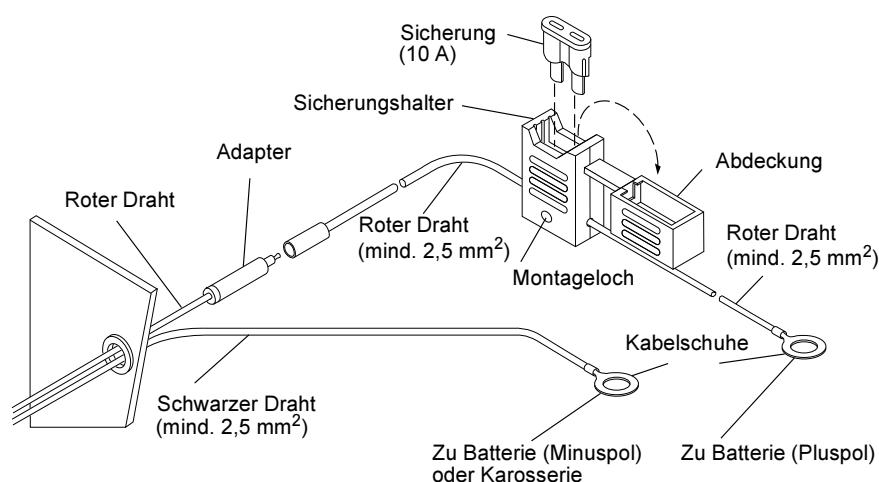

Abbildung 2 Anschluss des Netzkabels
4. Schließen Sie den schwarzen Draht des Netzkabels an den nächsten Massepunkt der Karosserie an (verwenden Sie dabei bei Bedarf den mitgelieferten Kabelschuh). Kürzen Sie den schwarzen Draht, wenn er zu lang ist. (Vgl. Abbildung 2).